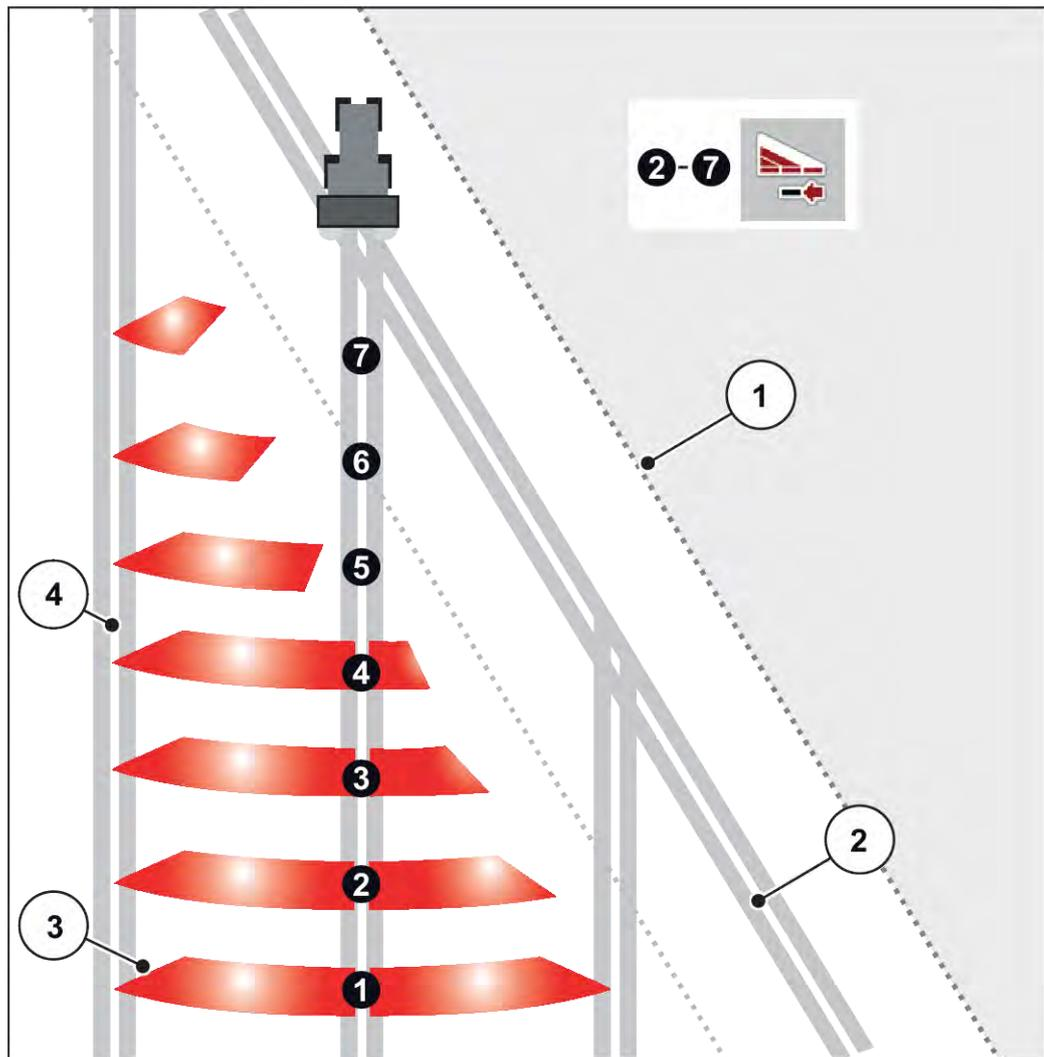

Fig. 45: Coupure de tronçons automatique
- La coupure de tronçons est possible de l'extérieur vers l'intérieur ou de l'intérieur vers l'extérieur. Voir Fig. 45 Coupure de tronçons automatique